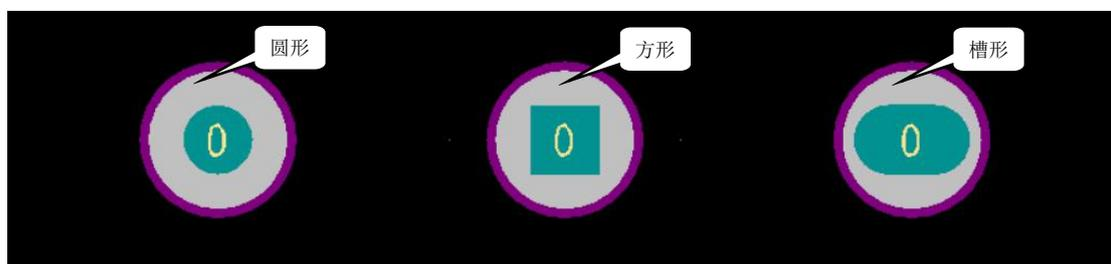

图 5-25 焊孔的形状
- **【焊孔信息】**焊孔信息：该区域设置焊孔的形状和大小。**【焊盘直径】**是指焊孔的直径或者边长。焊孔可以设置为**【圆形】**、**【方孔】**和**【槽型孔】**。当设置为方孔时还需设置方孔所旋转的角度**【循环】**，设置为槽型孔需设置插槽的长度**【长度】**，插槽的长度必须大于孔径。图 5-25 所示为各种焊孔的形状。